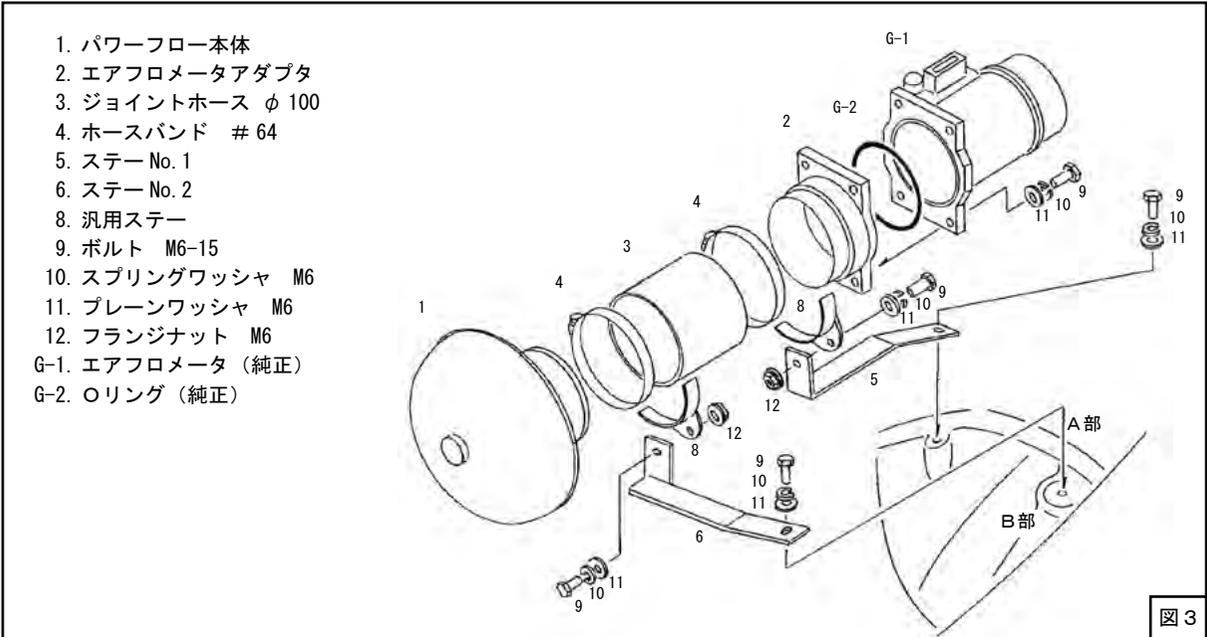

図 3
- (1) 図3のA部にステー No.1 を、B部にステー No.2 を、それぞれ取付けてください。(図3)
- (2) キットパーツを組付けてください。この時、Oリングが噛まれないようにエアフロメータの溝に確実に組付けてください。(図3)